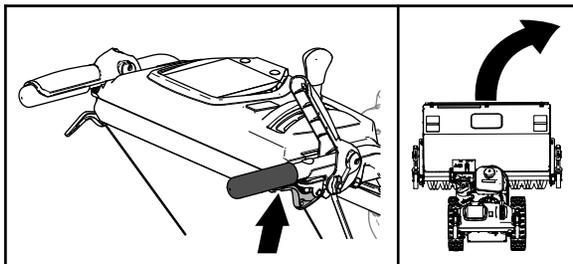

Figure 17
- Pour tourner à droite, serrez le levier de commande de déplacement et serrez le levier de débrayage de roue droit (Figure 17).